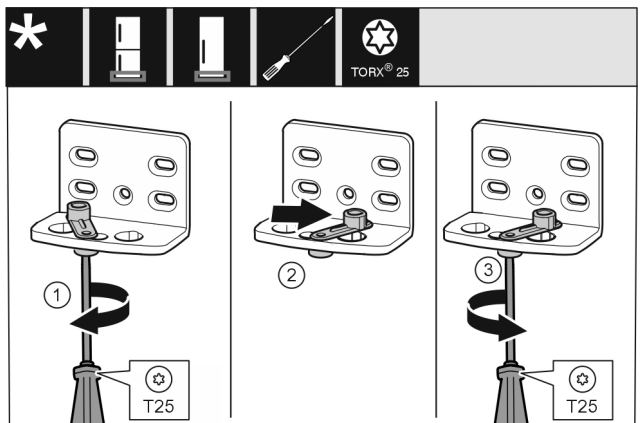

Fig. 14
- Lazán tekerje be a csavart Fig. 14 (1) csavarhúzóval.
- Emelje meg az ajtó záródását segítő egységet Fig. 14 (2), és 90°-kal jobbra forgatva tekerje be a furatba.
- Húzza meg a csavart Fig. 14 (3) csavarhúzóval.